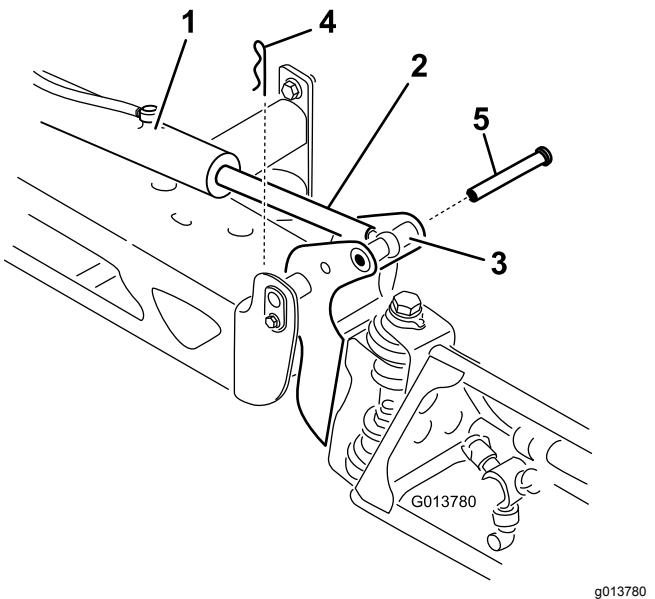

Figure 58
2. Retirez la goupille fendue de l'axe de pivotement (Figure 58).
- 3. Élevez la rampe et retirez l'axe (Figure 58), puis abaissez lentement la rampe au sol.
9. Tout en maintenant la rampe, insérez l'axe dans le pivot de rampe et la tige de vérin (Figure 58).